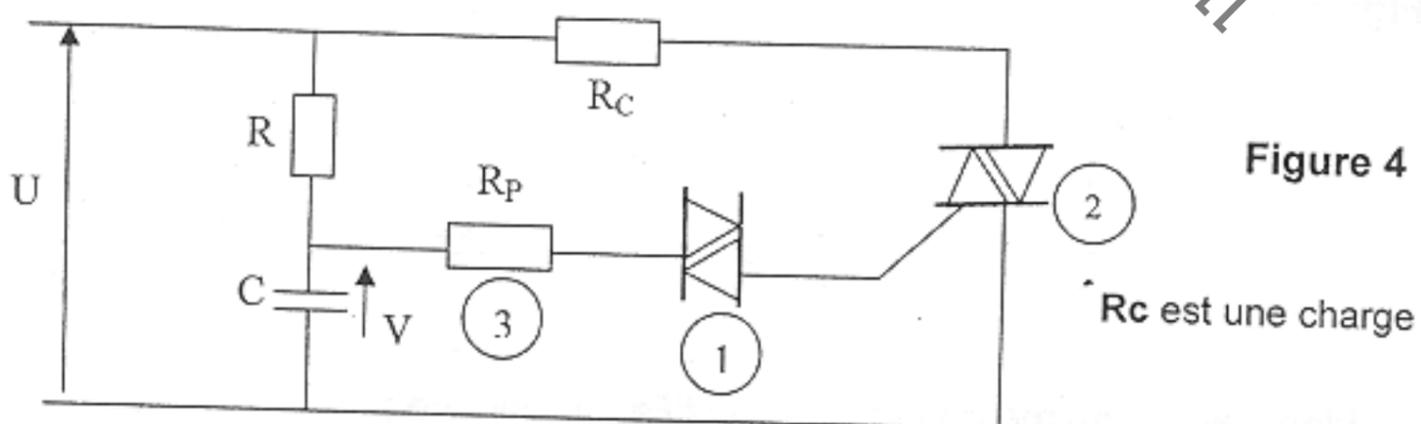

Figure 4
2.2 Soit le montage de la figure 4 ci-dessous :